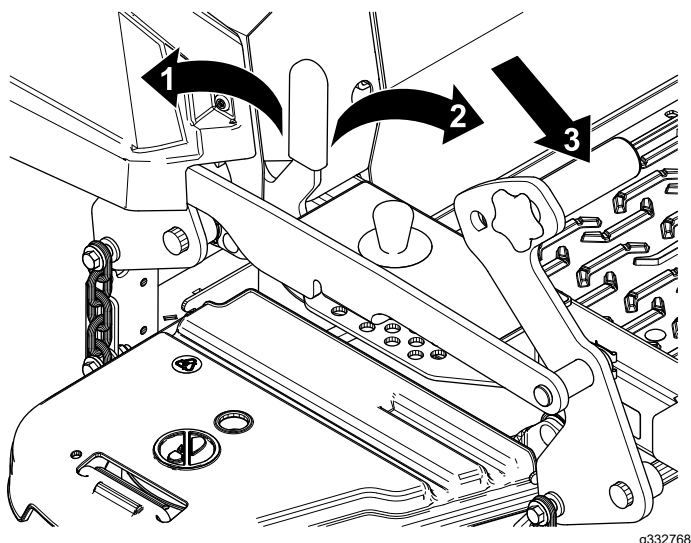

Figura 30
1. Presione el pedal de elevación de la carcassa hacia adelante del todo para bloquear la carcassa de corte en la posición de TRANSPORTE (Figura 30).
2. Presione el pedal de elevación de la carcassa hacia adelante y empuje el bloqueo de transporte hacia adelante a la posición de DESBLOQUEADO, luego baje lentamente la carcassa de corte (Figura 30).